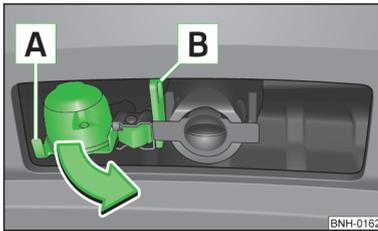

Fig. 112
- Agarrar el enchufe de 13 polos por el mango **A** y girarlo en el sentido de la flecha » fig. 112.
- Agarrar el enchufe de 13 polos por el mango **A** y pivotarlo en sentido contrario al de la flecha » fig. 112.
El ojal de seguridad **B** » fig. 112 sirve para enganchar el cable de rotura del remolque.